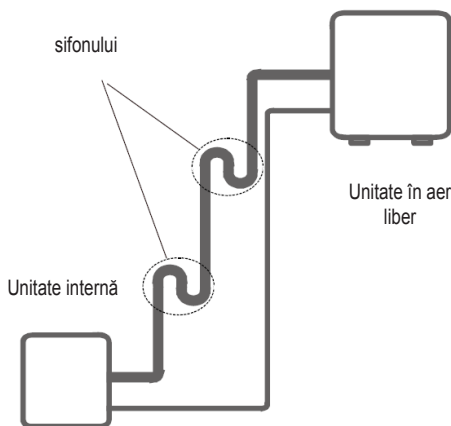

fig. 5 -
**Unitatea externă amplasată deasupra și unitatea internă dedesubt ("fig. 5 -").**